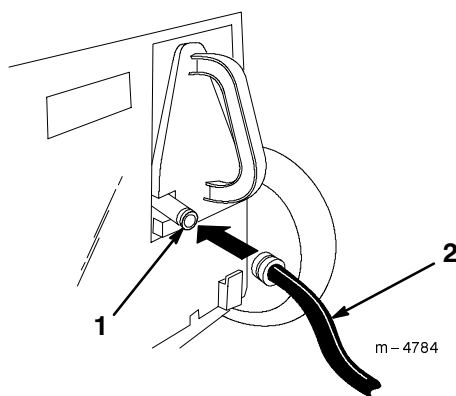

Figure 22
3. Soulever le volet arrière et fixer le raccord à la prise de rinçage prévue sur l'obturateur de paillage (Fig. 22).